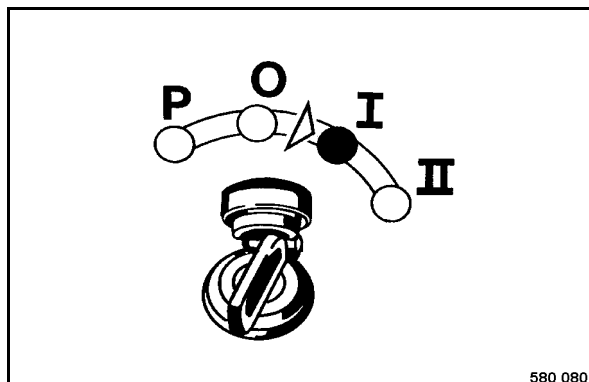

Fig. 90
- Tourner la clé de contact (Fig. 90) sur position "I".